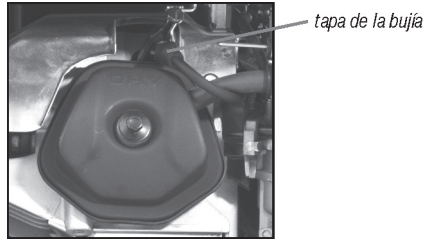

Fig. 26 – retirando la bujía
- 4 – Con auxilio de una llave de bujía, retire la bujía (fig. 26);